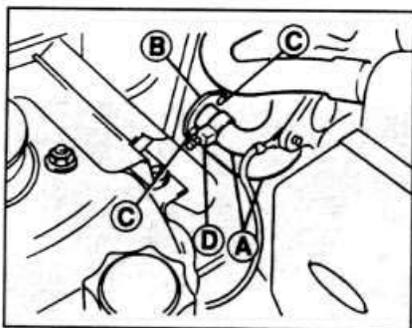

Рис. 3.38. Подсоединение шлангов отопителя к перегородке моторного отсека.
- Отсоедините шланги подачи охлаждающей жидкости к отопителю от перегородки моторного отсека (см. рис. 3.38).